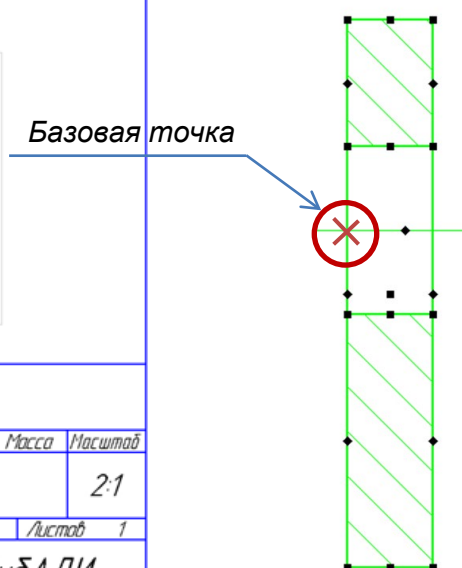

Рис. 4.28. Базовая точка для копирования изображения «Планка»
- Скопируйте макроэлемент. Укажите базовую точку, как показано на рис. 4.28.